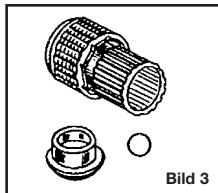

Bild 3
3. Die Presskappe entfernen (Bild 3), um an das gemischte IRM® zu gelangen.
5. Falls die IRM®-Mischung nicht in der Preßkappe erscheint (Bild 3), entweder die Preßkappe entfernen und 5 Sekunden warten oder einen Stecker mit dünnem Ende in die Kappe einstecken und die Mischung entfernen!